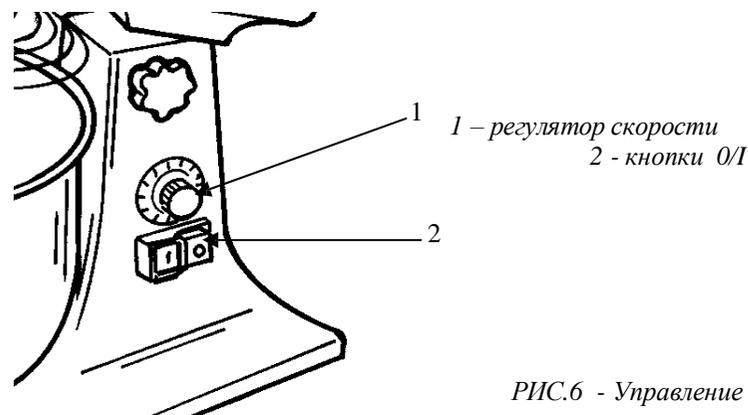

РИС.6 - Управление
2. Проверьте вращение принадлежностей и измените скорость с помощью регулятора скорости (Рис. 6 - №. 1);